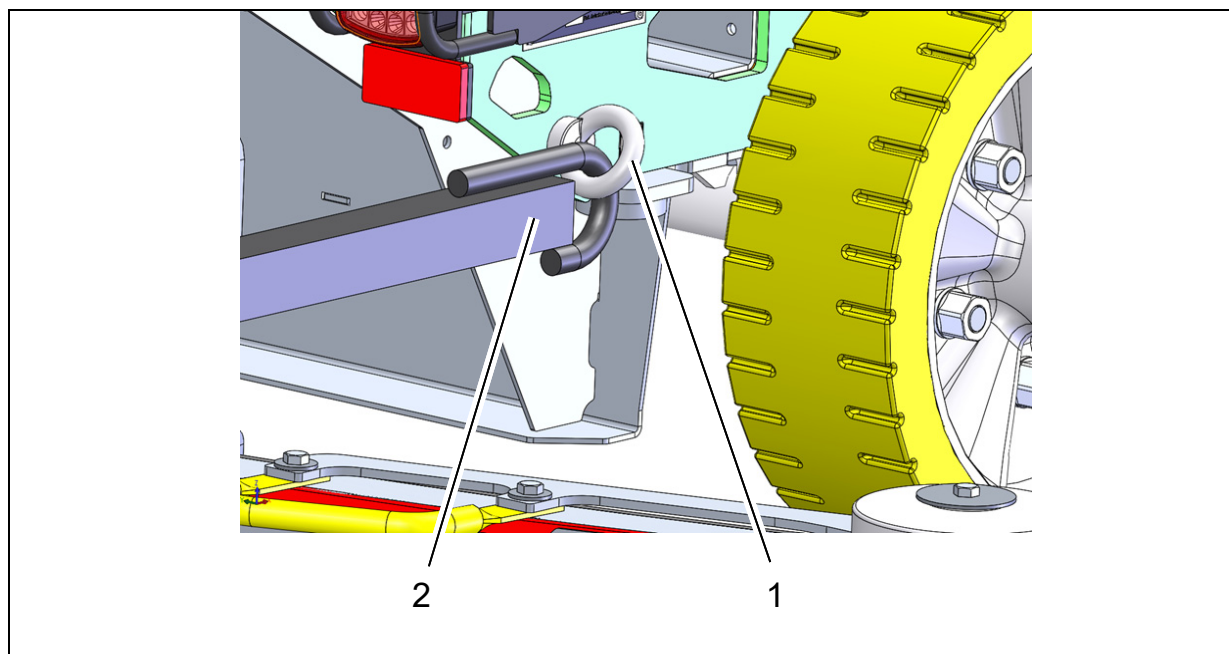

Abb. 5
1. Ringschraube (Abb. 5/1) durch die vorhandene Bohrung stecken und mit der Mutter M12 sichern.
2. Abschleppstange in die Öse einhängen (Abb. 5/2).